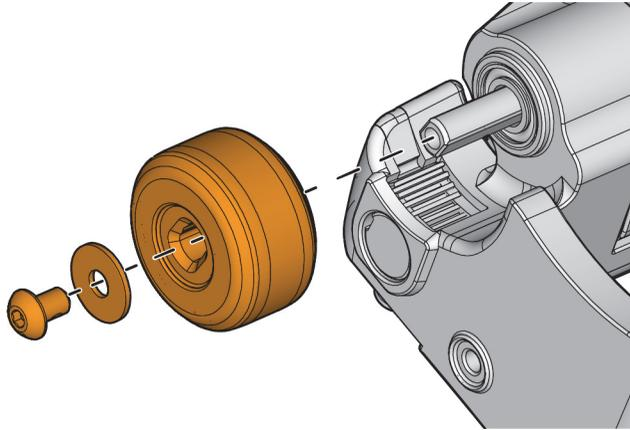

Figura 5-7 Extracción de rueda
2. Extraiga la rueda que se halla sobre la pastilla de freno (ver Figura 5-7 en la página 82).